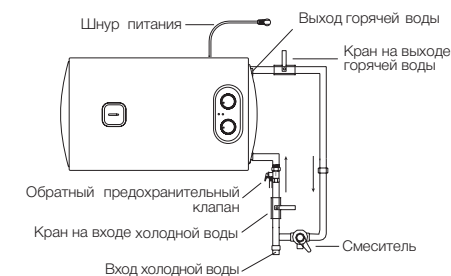

Рис. 5
1. Электрический водонагреватель следует устанавливать на твердую вертикальную поверхность (стену). Установка водонагревателей Magnum (Slim) Unifix существенно облегчается возможностью установить их как вертикально, так и горизонтально в любом месте вашего дома, в отапливаемом (!) помещении. Желательно установить водонагреватель как можно ближе к месту использования горячей воды, поскольку чем меньше длина труб, тем меньше потери тепла. Как показано на рис. 5, при горизонтальной установке водонагревателя трубы подводки должны быть расположены рядом со стеной, оставьте рекомендованное свободное пространство для технического обслуживания. Не устанавливайте водонагреватель на горизонтальной поверхности и вплотную к полу.